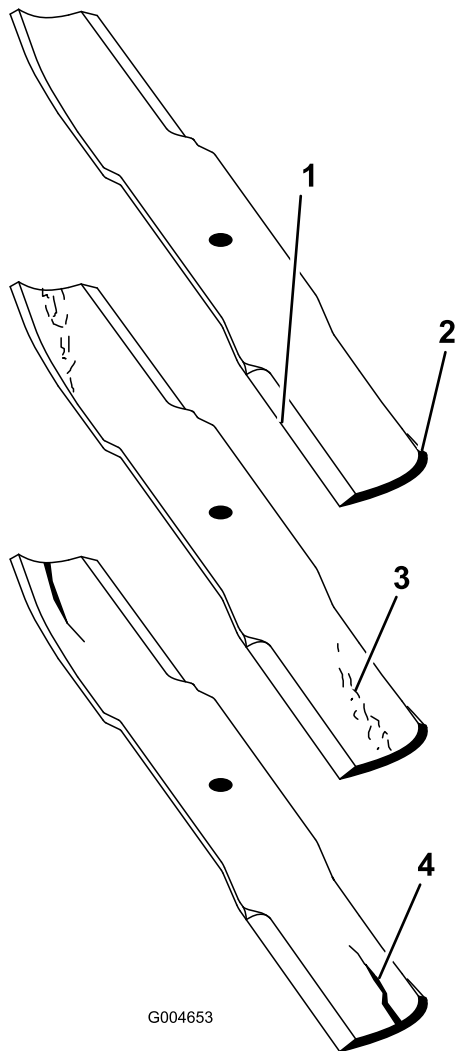

Figura 84
2. Verificate accuratamente i taglienti, con particolare attenzione ai punti d'incontro delle sezioni piatta e curva della lama (Figura 84). Sabbia e materiali abrasivi possono consumare il metallo che connette le sezioni piatta e curva della lama, per cui si consiglia di controllare la lama prima di usare il tosaerba. Se riscontrate segni di usura (Figura 84), sostituite la lama.